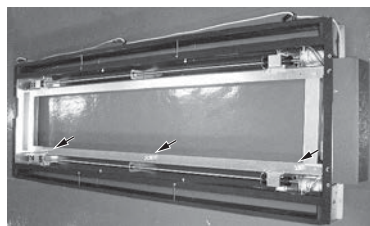

図4
1. 昇降キット付属のケーブルクリップを (図4) の位置に取り付けてください。(3カ所)